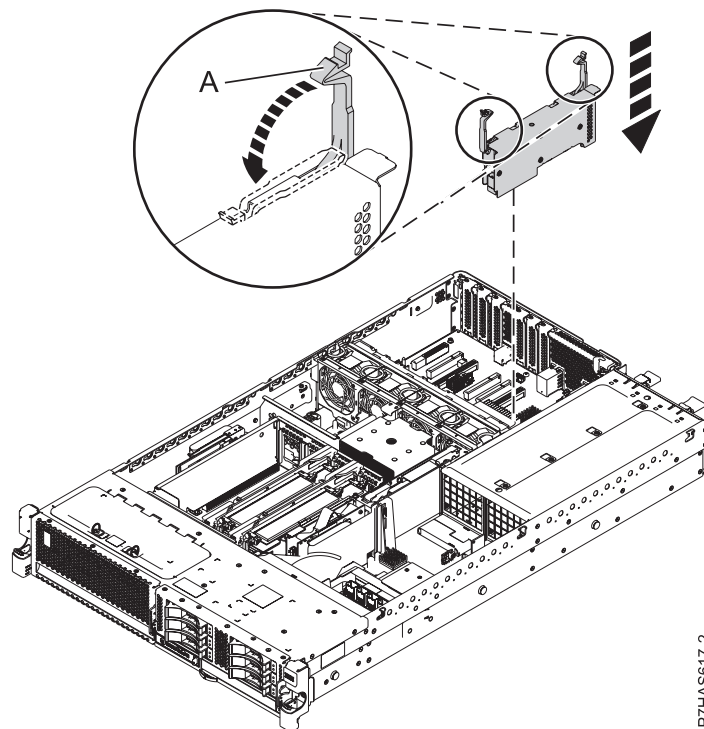

Figura 2. Instal·lació de l'FC EJ0H en un sistema
9. Prepareu-vos per instal·lar l'adaptador nou col·locant els pestells de l'adaptador (A) en la posició oberta, tal com es mostra a la Figura 2.
12. Gireu suaument els pestells fins que quedin en posició de bloqueig, tal com es mostra a Figura 2.